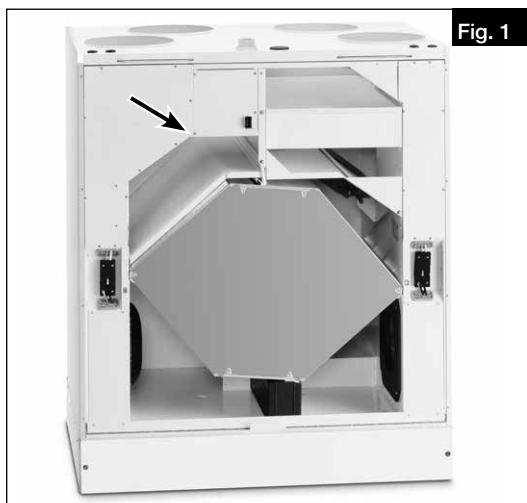

Fig. 1
2. Desserrer toutes les vis du cache (voir Fig. 1).